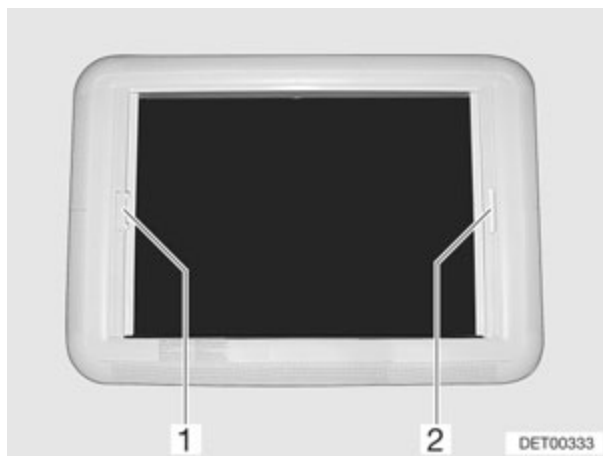

Fig. 46 Verrouillage du store lanterneau Heki
- Tirer le dispositif occultant plissé par la poignée (Fig. 46,2) et le relâcher lorsqu'il a atteint la position voulue. Le dispositif occultant plissé reste alors à cette position.
- Tirer sur la poignée (Fig. 46,1) de la moustiquaire jusqu'à toucher la poignée du dispositif occultant plissé (Fig. 46,2) située vis-à-vis et la laisser s'enclencher.
- Appuyer sur la poignée de la moustiquaire vers l'arrière et le haut et décrocher la moustiquaire du dispositif occultant plissé (Fig. 46,2).
- Laisser revenir lentement la moustiquaire en la maintenant par la poignée (Fig. 46,1).